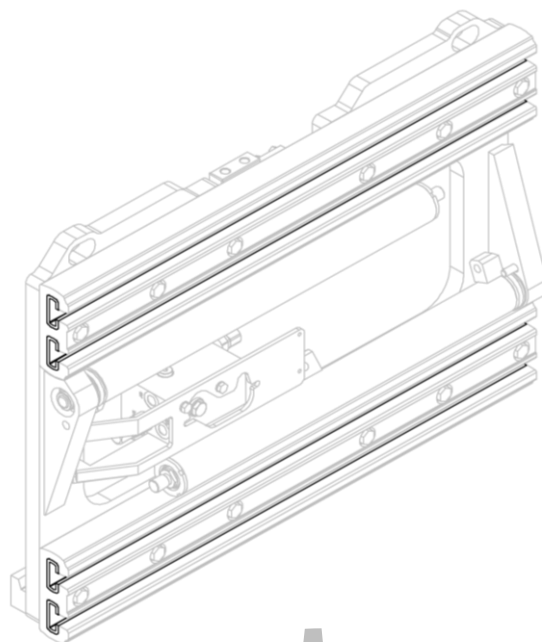
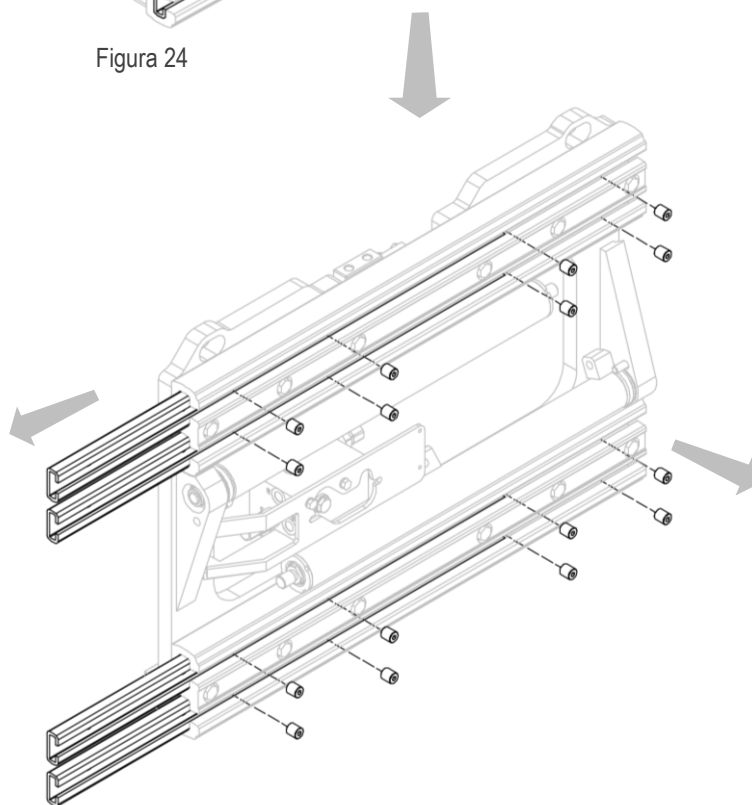

Figura 24
Figura 25
3. Rimuovere le boccole in nylon dopo aver svitato i relativi grani (vedi *Figura 24* e *Figura 25*).